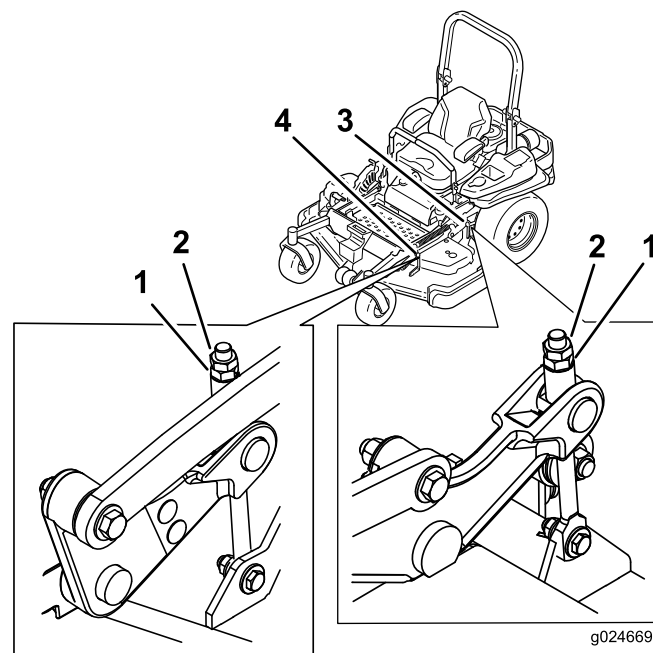

Figura 84
9. Si es necesario, gire la tuerca de ajuste del conjunto de elevación de la carcasa delantera para modificar la altura (Figura 84).
15. Gire el tornillo de ajuste hasta obtener una altura de 8,3 mm (Figura 84).